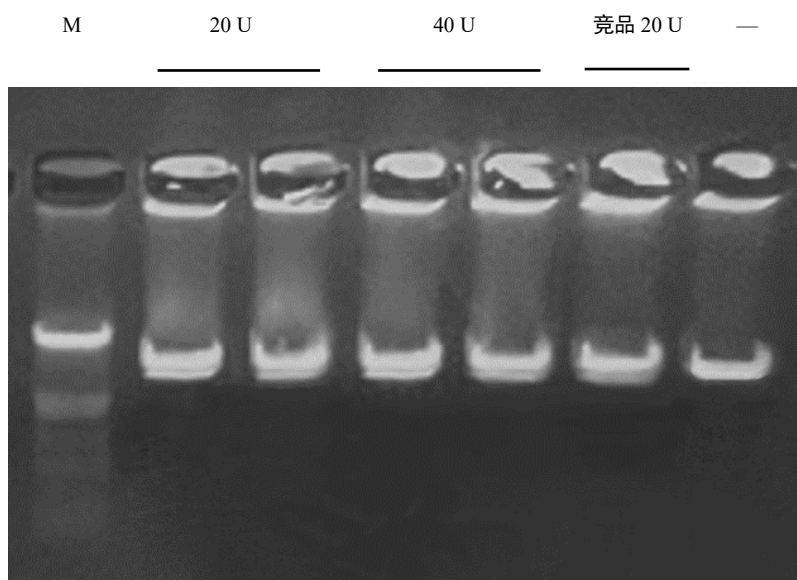

Fig. 1 不同添加量 XhoI 酶切 λDNA 性能展示
- 用常规型限制性内切酶 XhoI 孵育切割 1 μg λDNA, 反应条件 37°C 60 min。结果表现良好, 切割条带特异性好, 且反应体系加 1 μl (20 U) 足以完成反应 (Fig. 1)。